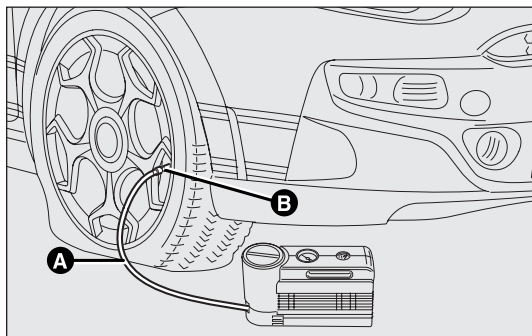

fig. 129
- ❑ Azionare il freno a mano. Svitare il cappuccio dalla valvola del pneumatico, estrarre il tubo trasparente di riempimento A-fig. 129 ed avvitare la ghiera B sulla valvola del pneumatico;